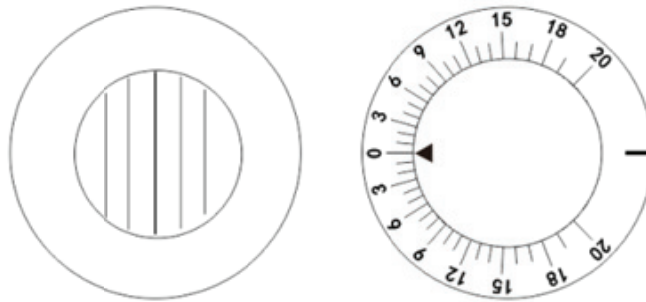
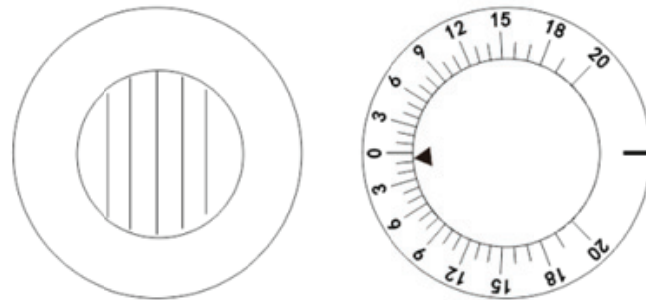

Figure 48
Figure 49
b. Mesurez ensuite la phorie verticale. Comme indiqué sur la Fig.48, tournez le bouton de l'objectif auxiliaire ② et définissez le MRRV pour l'œil droit. Tourner la lentille de prisme de rotation ⑫ pour placer l'œil gauche en position horizontale. Maintenant, le Testee peut voir la ligne horizontale rouge avec l'œil droit et la tache lumineuse avec l'œil gauche. Ensuite, en utilisant la même procédure que a, demandez au testeur quand il peut voir la ligne rouge et le point lumineux se rencontrer tout en tournant le bouton de rotation de la lentille du prisme ⑪. Quand il est montré comme Fig.49, le teste rapporte qu'ils se rencontrent, il est de 0.5, en dessous de 0. indiquant que l'œil gauche est de  $0.5\Delta$ , appelé hétérophorie vers le haut de  $0.5\Delta$ .